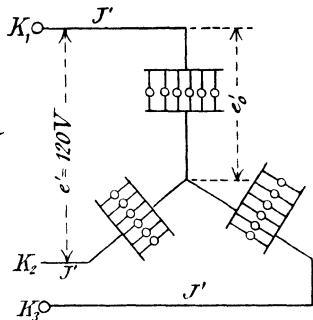

Fig. 134.
- c) die Spannung der Lampen bei Sternschaltung (Fig. 134).